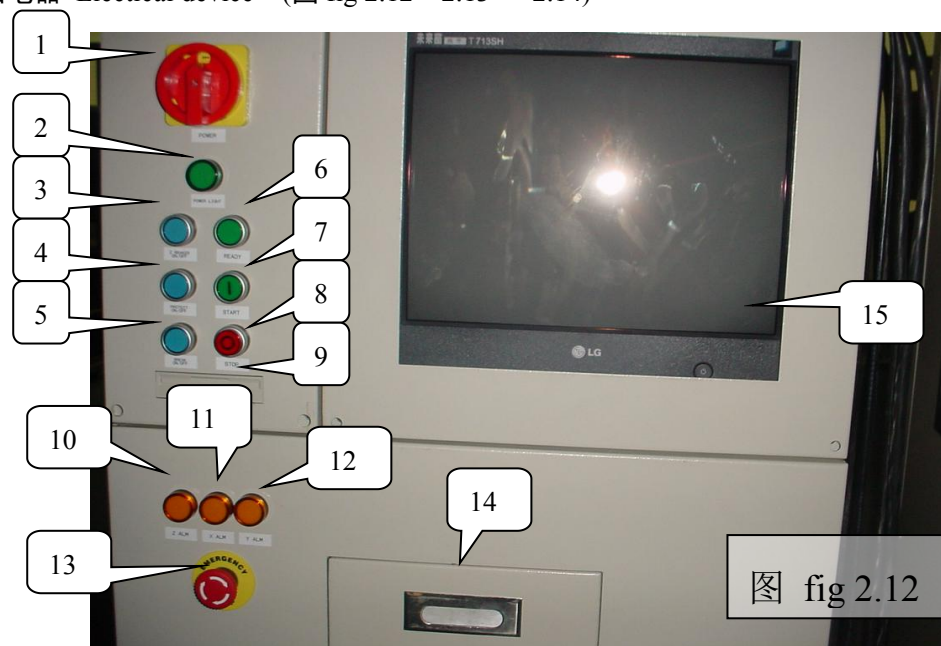

图 fig 2.12
2.2.5.1. 电箱外围电器 Electrical device (图 fig 2.12 2.13 2.14)
A. (图 fig 2.12 2.13 2.14)电器编号说明如下表: